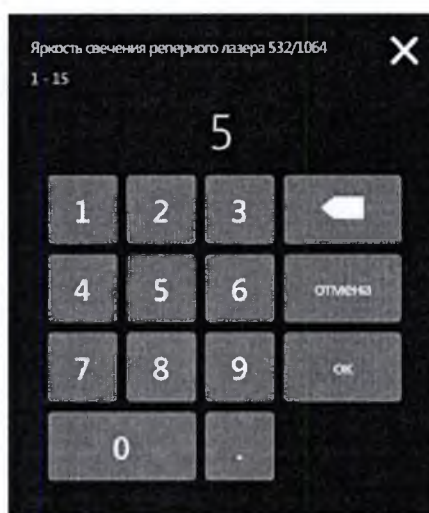

Рис. 5.57 – Выбор яркости свечения пилотного лазера в режиме 532/1064
5.15.4 Для того чтобы изменить яркость свечения пилотного лазера выберите соответствующий пункт меню и введите значение от 1 до 15 (рис. 5.57).